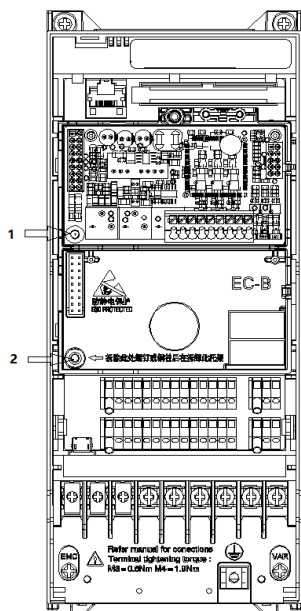

图 3.2
- 先将拓展卡托架螺丝拆下（图 3.2 中 1 与 2 位置均可），使用一字螺丝刀将随卡附送的铜柱固定在原螺丝孔位置，拿出拓展卡对准定位柱下压，然后使用螺丝将拓展卡与铜柱锁死完成安装。